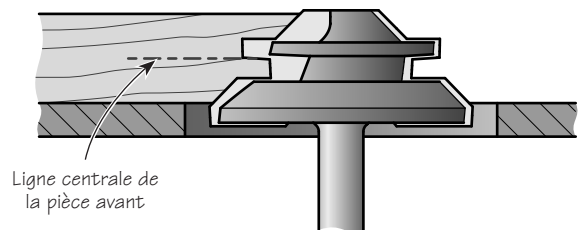

Figure 2 : Régler la hauteur de la mèche
2. Réglez la hauteur de la mèche en alignant le centre de son tranchant avec le centre de la pièce avant. Voir la **figure 2**. Il est possible d'ajuster le tout au jugé ou en positionnant le bout de la mèche, au-dessus de la table, à une hauteur correspondant à la moitié de l'épaisseur de la pièce, plus 0,27 po pour la mèche de 1 1/2 po (16J75.08 et 18J75.08) ou 0,41 po pour la mèche de 1 3/4 po (16J75.62 et 18J75.62).